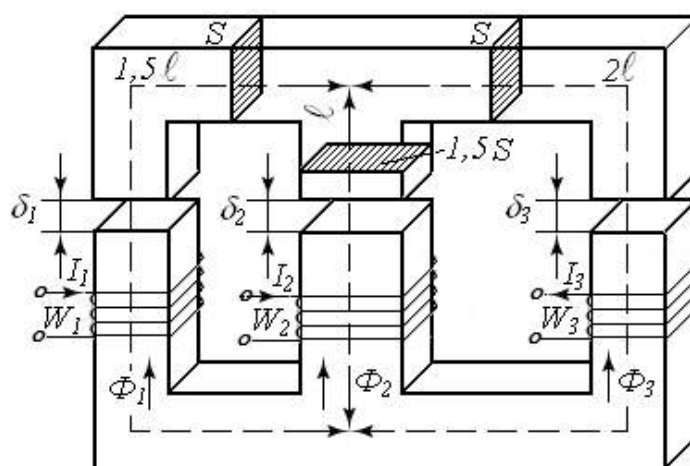
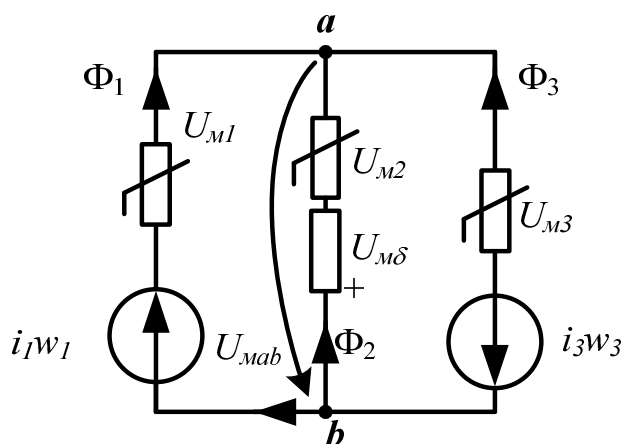

Рис. 4.1
Рис. 4.2
Для магнитной цепи, схематически изображенной на рис. 4.1, с учетом данных табл. 4.1 и 4.2 рассчитать:
В табл. 4.2 приняты следующие обозначения:  $\ell$  – длина средней магнитной линии одной ветви магнитной цепи;  $\delta$  – длина воздушного зазора (его положение указано в табл. 4.2 номером ветви);  $S$  – сечение участков магнитопровода;  $W$  – число витков катушек;  $I$  – постоянный ток в катушке, направление которого для положительных величин совпадает с указанным на рис. 4.1.
дано схемой рис. 4.1; направления МДС определяются по правилу буравчика.
1. Составляем расчетную схему замещения (рис. 4.2). Индексы величин выбираем в соответствии со схемой рис. 4.1: 1 – для левого стержня магнитопровода; 2 – для среднего стержня; 3 – для правого стержня.  $\ell_1 = 1,5\ell$ ;  $\ell_2 = \ell$ ;  $\ell_3 = 2\ell$ ;  $\ell_\delta = \delta$ ;  $S_1 = S_3 = S$ ;  $S_2 = 1,5S$ . Узлы обозначаем буквами  $a$  и  $b$ , магнитное напряжение двух узлов –  $U_{mab}$ .